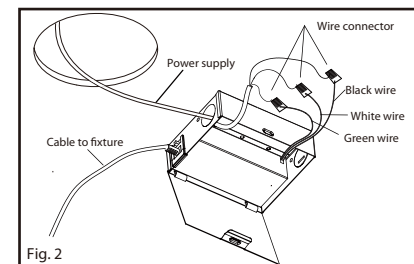

Fig. 2
2. Open the junction box swing cover and remove the appropriate knockout, insert a NM connector (for strain relief) in the knockout (not included). Insert the electrical supply cable through the connector/knock out. Use the wirenuts to connect the white wire from the supply wire with the white wire of the junction box. Match the black wire from the supply wire with the black wire of the junction box. Match the copper wire from the supply wire and with the green wire of the junction box. (Fig. 2)
2. Ouvrez le couvercle pivotant de la boîte câblée et retirez le trou approprié, insérez le câble d'alimentation électrique à travers le trou (non fournies). Utilisez les marettes pour jumeler le fil blanc du secteur avec le fil blanc de la boîte de jonction. Jumeler le fil noir du secteur avec le fil noir de la boîte de jonction. Jumeler le fil de cuivre du secteur avec le fil vert de la boîte de jonction. (Fig. 2)